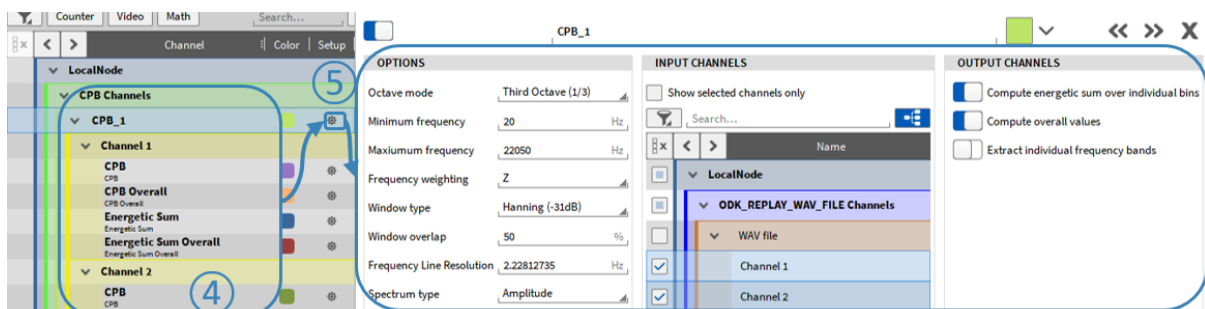

Abb. 7.128: Nachträgliche Änderung der CPB-Optionen
3. Drücken Sie *Add* um die Berechnung anzulegen. Die Ausgangskanäle werden der Kanalliste hinzugefügt (siehe ④ in Abb. 7.128)
4. Die Einstellungen können nachträglich geändert werden und sind über den *Gear* Button der jeweiligen Kanalgruppe zugänglich (siehe ⑤ in Abb. 7.128)
- Das zeitlich ändernde CPB Spektrum wird automatisch berechnet. Der Kanalname ist *CPB* (siehe ④ in Abb. 7.128).
- Falls *Compute energetic sum over individual bins* aktiviert ist, wird die energetische Summe des Spektrums berechnet. Der Kanalname ist *Energetic Sum* (siehe ④ in Abb. 7.128).
Die Kanalnamen sind *CPB Overall* und *Energetic Sum Overall* (siehe ④ in Abb. 7.128).